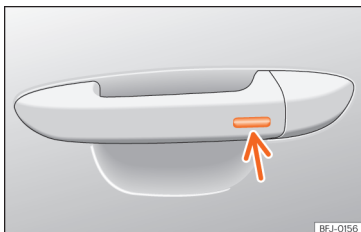

Abb. 95 Türgriff: Sensorfläche.
• Halten Sie einige Sekunden lang einen Finger über die Verriegelungssensorfläche » Abb. 95 (Pfeil) am Türgriff, damit das Dach geschlossen wird. Wenn Sie die Sensorfläche nicht mehr berühren, wird die Schließfunktion unterbrochen.